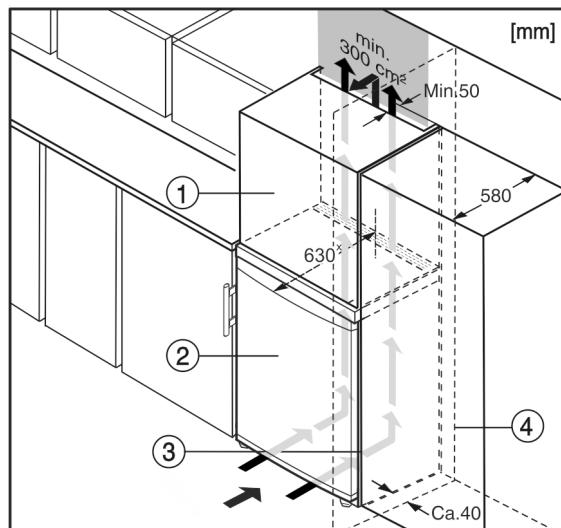

Fig. 10
Uredaj se može adaptirati za ugradnju u kuhinjske ormare. Kako biste uređaj Fig. 10 (2) prilagodili visini kuhinjskog namještaja, iznad uređaja možete postaviti viseći ormар Fig. 10 (1).
Kod adaptacije s kuhinjskim ormarama (dubina maks. 580 mm) uređaj se može postaviti izravno uz kuhinjski ormар Fig. 10 (3). Uredaj stoji bočno 34 mm \* i u sredini uređaja 50 mm \* nasuprot pročelju kuhinjskog ormara.\*
Kada se uređaj postavlja s okovima pored zida Fig. 10 (4), razmak između uređaja i zida mora iznositi najmanje 40 mm. To odgovara stajanju ručice kod otvorenih vrata.\*